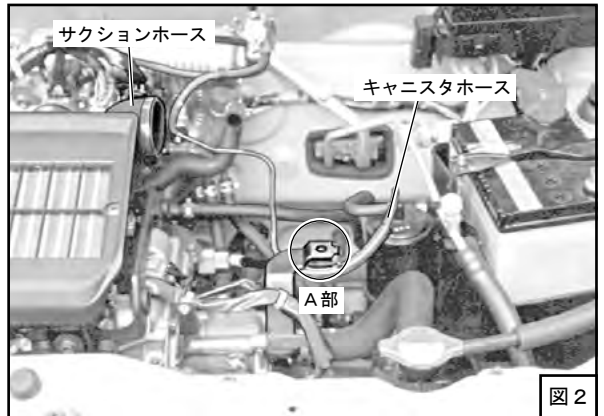
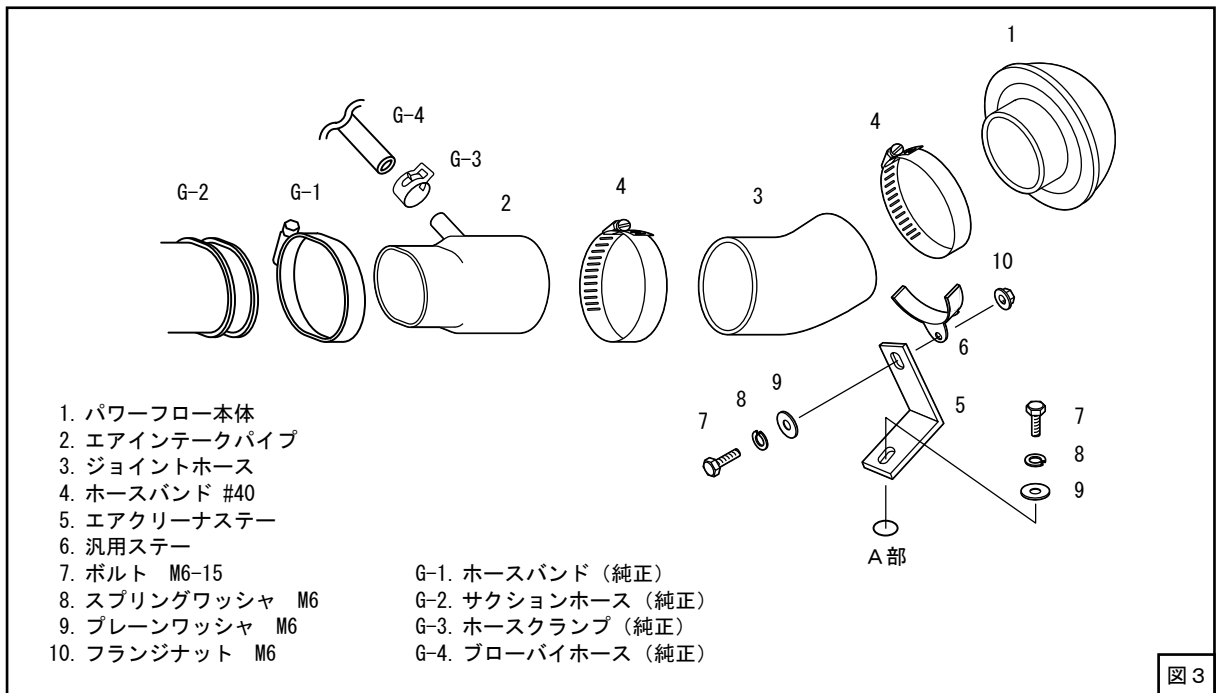
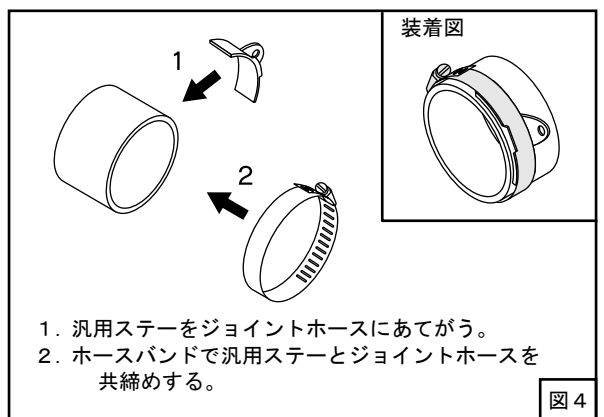

図2
図3
図4
(1) キットパーツを仮付けしてください。(図2、図3、図4)
(2) ブローバイホースをエアインテークパイプに取付けてください。(図3)
(3) キャニスタホースを動かないようにタイラップで固定してください。(図2)